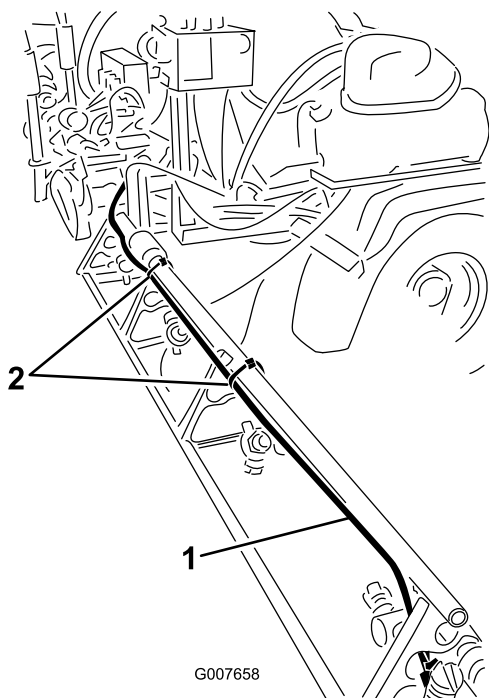

Figura 14
4. Dirija el conjunto de tubos por el lado trasero del tubo de sujeción superior de la sección de brazo exterior, tal y como se muestra en la Figura 14.
- Sujete el conjunto de tubos a la sección de brazo exterior con bridas, tal y como se muestra en la Figura 14.